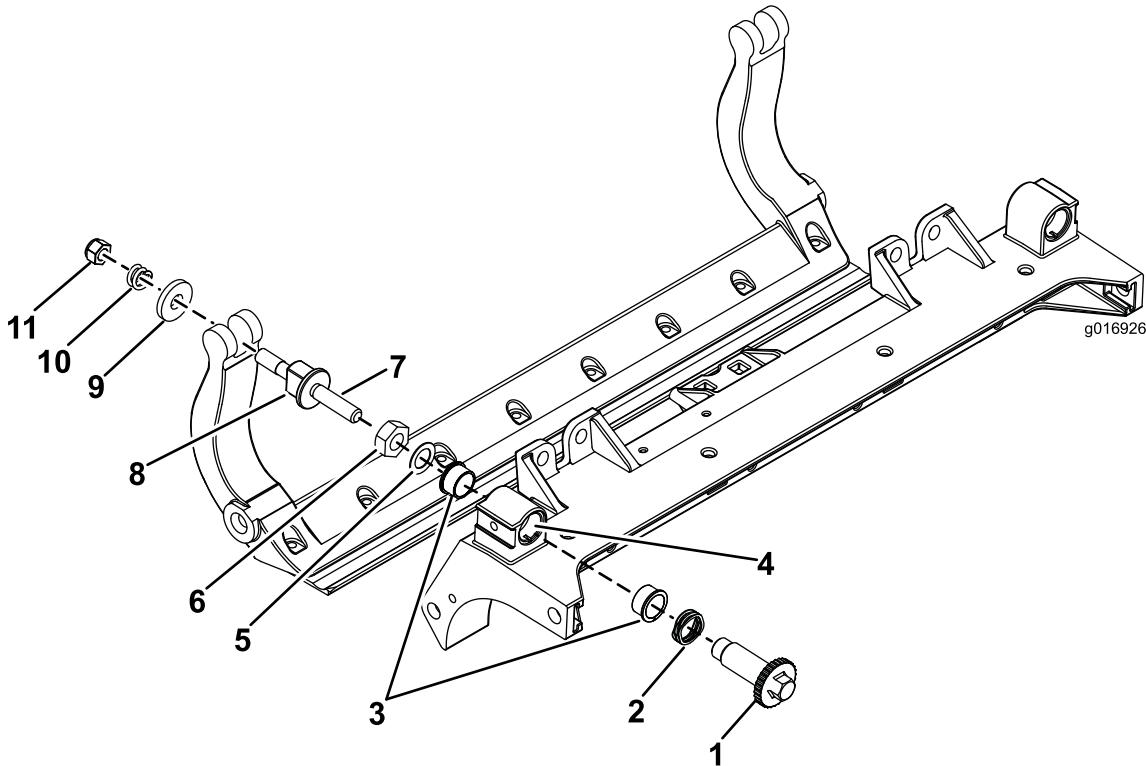

Рисунок 33
- Снимите все детали (см. *Инструкции по установке* для комплекта HD DPA (модель № 120-7230) и Рисунок 33).
- Нанесите противозадирный состав на внутреннюю поверхность втулки на несущей раме режущего блока (Рисунок 33).
- Совместите шпонки фланцевых втулок с прорезями в раме и установите втулки (Рисунок 33).
- Установите волнистую шайбу на шпиндель регулятора и вставьте шпиндель регулятора во фланцевые втулки, установленные в раме режущего блока (Рисунок 33).
- Закрепите шпиндель регулятора с помощью плоской шайбы и контргайки (Рисунок 33). Затяните контргайку с моментом 20–27 Н·м.
Примечание: Установите нейлоновую шайбу с каждой стороны выступа боковой пластины. На нейлоновые шайбы установите стальные шайбы (Рисунок 33).